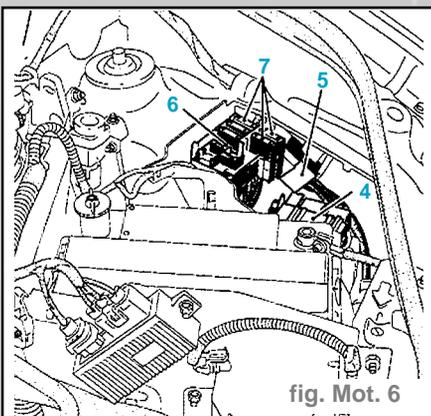

fig. Mot. 6
- la platine à relais (4), le connecteur (5) ainsi que le support fusibles (6) en déposant les porte-fusibles (7) (fig. Mot. 6),